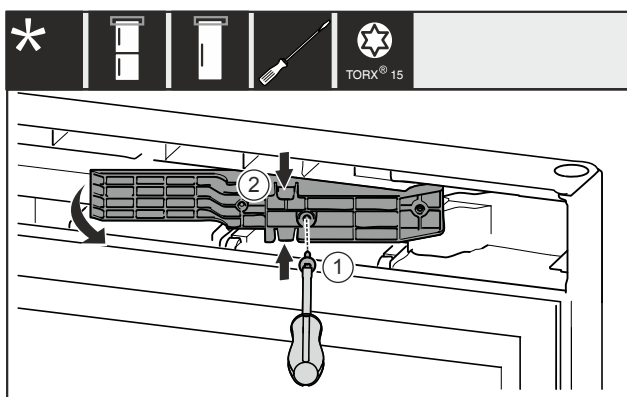

Fig. 16 \*
- ▶ Odstraňte šroub Fig. 16 (1)\*
- ▶ Adaptér Fig. 16 (2) nahoře a dole mírně stlačte k sobě a vytáhněte.\*